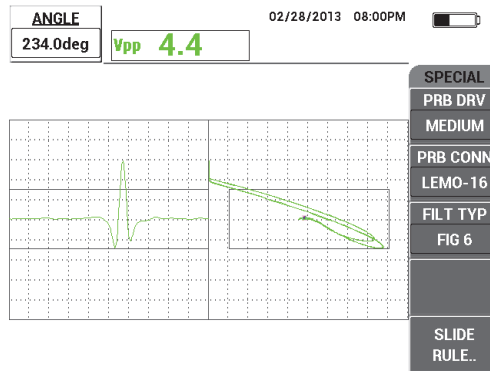

Abbildung 5-64 Einstellen des Signalwinkels
6. Drücken Sie die Direktzugriffstaste ANGLE () und stellen Sie den Liftoff-Winkel ein, so dass er so horizontal wie möglich ist und das Nutsignal nach oben weist (siehe Abbildung 5-64 auf Seite 188).